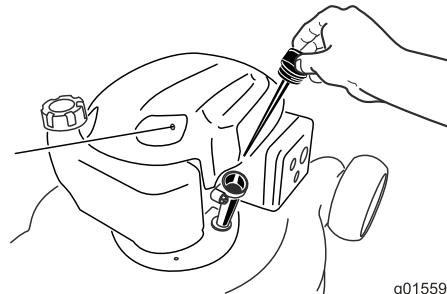

Рисунок 26
6. Извлеките щуп из маслозаливной горловины (Рисунок 26).